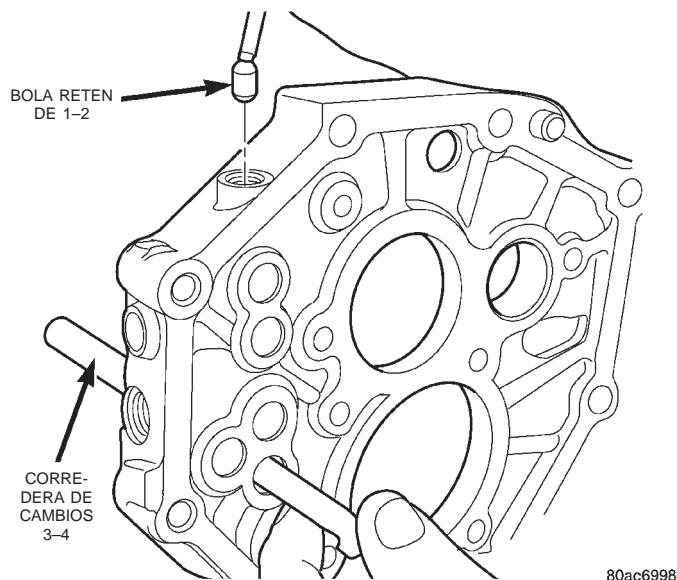

Fig. 76 Instalación de la bola retén de 1-2
(1) Instale la corredera de cambios 3-4 en la placa intermedia.
(2) Instale la bola retén alargada de 1-2 en la placa intermedia (Fig. 76).